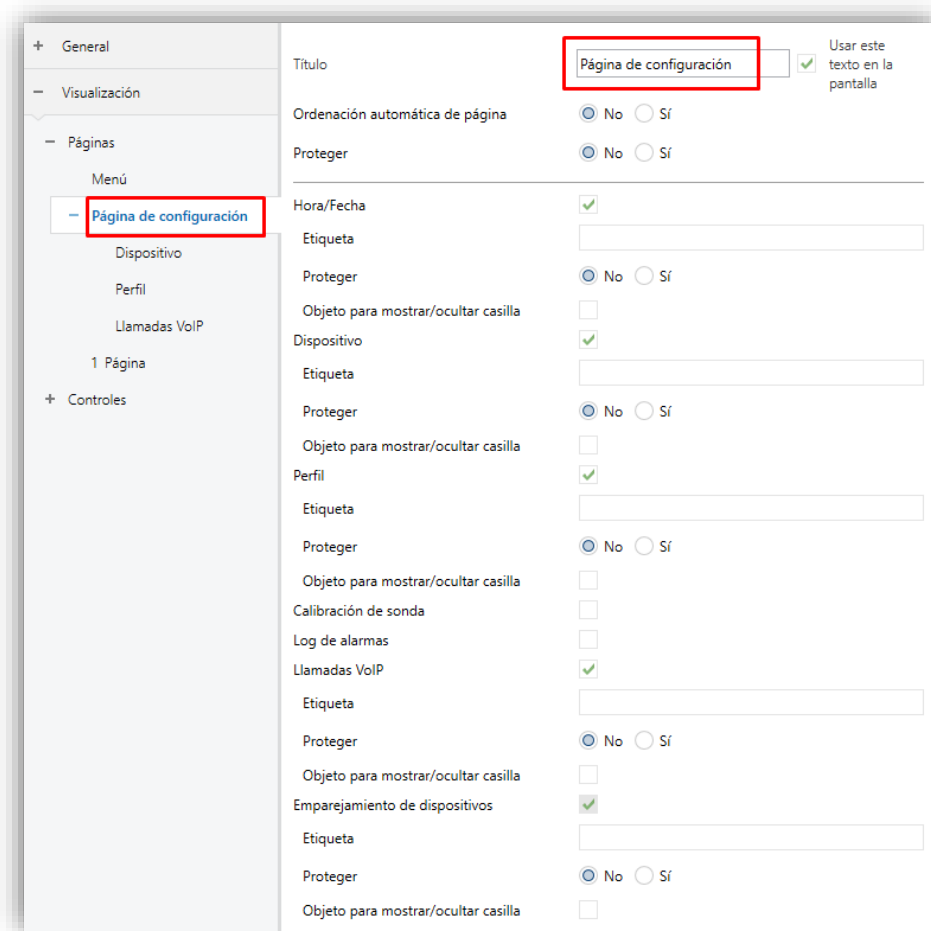

Figura 45. Pestaña de configuración.
- **Título:** campo de texto que identifica la página de configuración. Además, este campo permitirá cambiar el nombre de la pestaña en el menú de la izquierda de ETS, tal y como se muestra en la Figura 45.